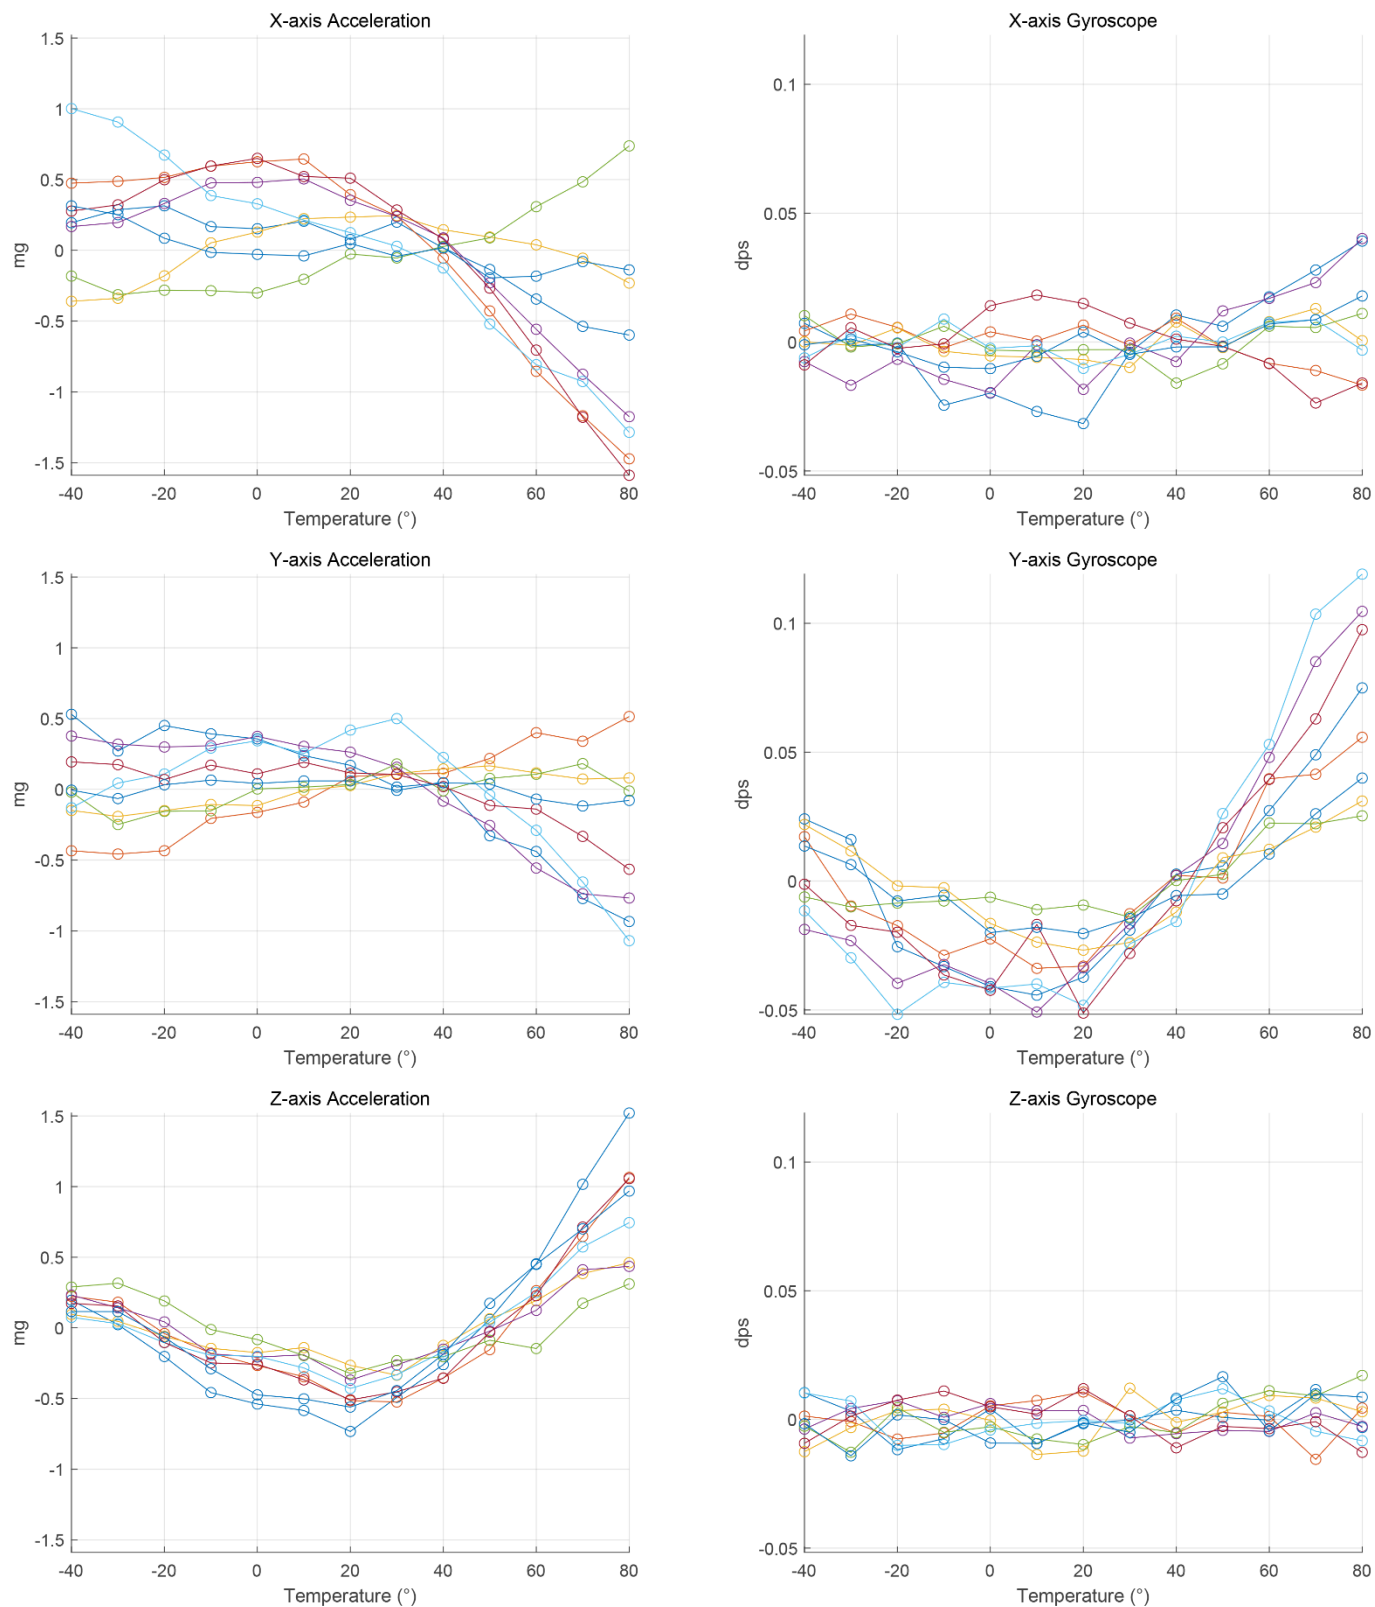

Figure 9: Accelerometer and Gyroscope Temperature Compensated Curve
- Note4: 超核实验室温箱转台测得，温升斜率小于 3°C/min，详细数据参考 Figure 9 温补曲线
- Note3:** 超核实验室温箱转台测得，温升斜率小于 3℃/min，详细数据参考 Figure 9 温补曲线